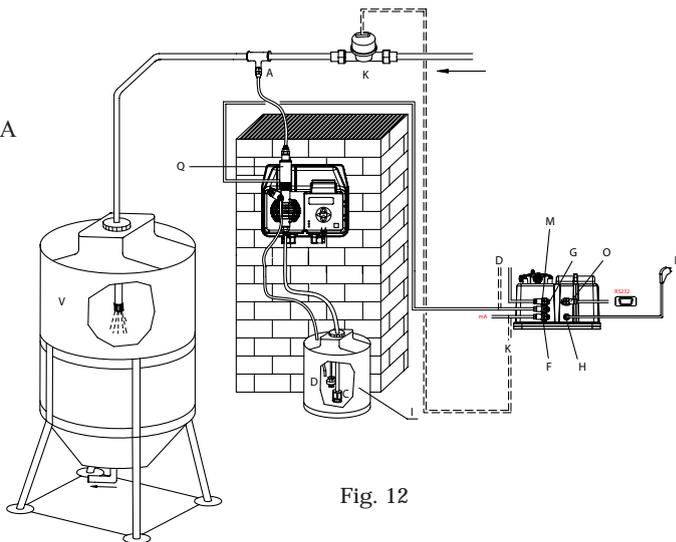

Fig. 12
6.0 - INSTALAÇÃO TÍPICA (Fig.12)